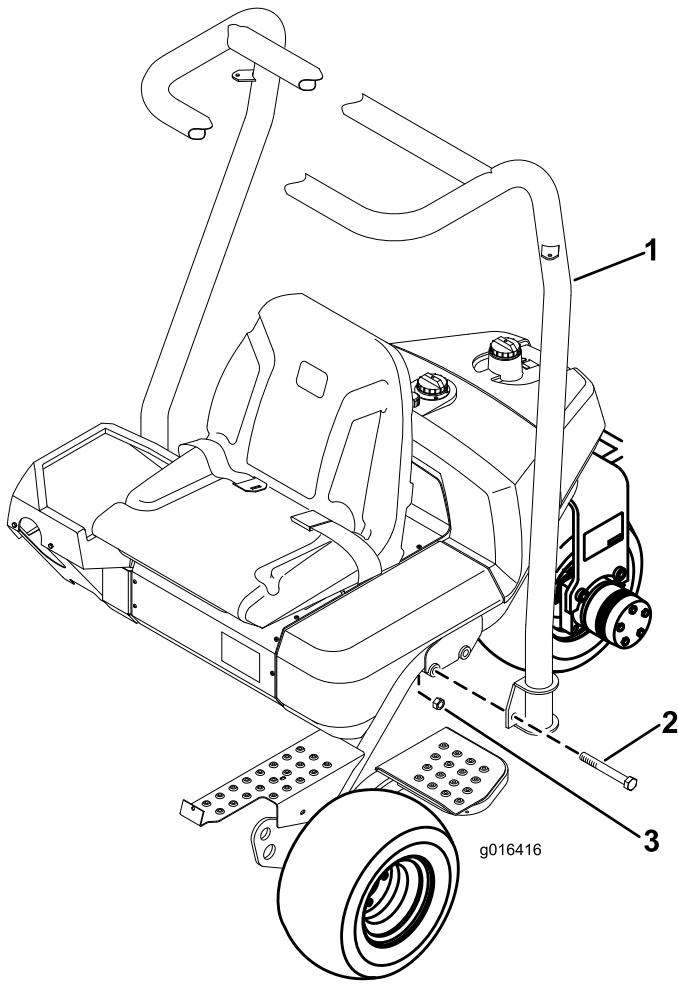

Figura 7
1. Coloque el ROPS de manera que la parte superior del tubo está curvada hacia la parte delantera de la máquina (Figura 7).
2. Baje la estructura anti-vuelco sobre el bastidor, alineándolo con los taladros de montaje (Figura 7).
3. Sujete cada lado del ROPS al bastidor con 2 pernos (5/8 x 4-1/2 pulgadas) y contratuercas, según se muestra en Figura 7. Apriete a 183–223 Nm.